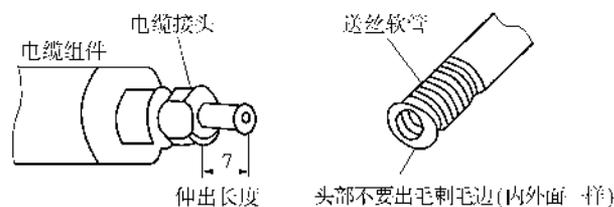

图 15-20 拔出送丝软管
c. 拔出送丝软管,用克丝钳去掉其前端多余的软管,去掉长度为 $(L-7)$ mm,如图15-20所示,并用锉修光剪断处的毛刺。